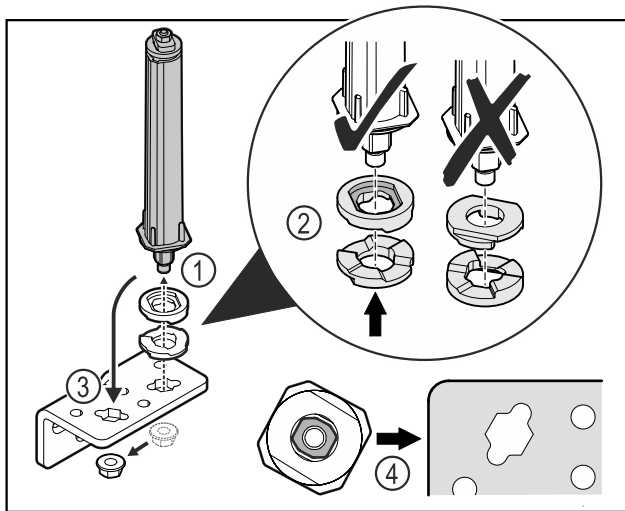

Fig. 38
- Mutter lösen und Türschließsystem entfernen Fig. 38 (1).
- Auf die korrekte Ausrichtung der Höhenverstelleisen achten Fig. 38 (2).
- Türschließsystem im Scharnierwinkel umsetzen und mit der Mutter fixieren Fig. 38 (3).
- Beim Einsetzen auf die korrekte Ausrichtung des Türschließsystems achten Fig. 38 (4).